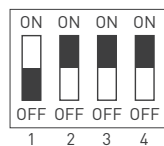

Рис. 1.
- 3.8. При необходимости плавного включения переведите DIP-переключатель номер 1 в положение **ON**, как изображено на рис. 1 (за исключением арт. 049077).
- 3.9. При необходимости снижения максимальной яркости переведите DIP-переключатели номер 2, 3 и 4, показанные на рис. 1, в требуемые положения в соответствии с таблицей (за исключением арт. 049077).